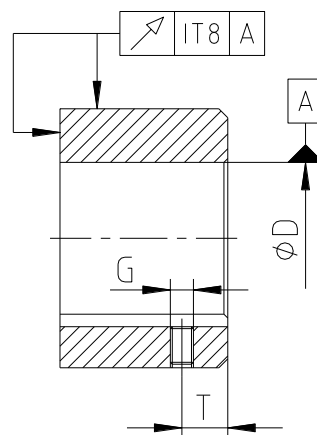

Bild 26: Rund- und Planlaufgenauigkeit
- Bei Herstellung der Nabenbohrung durch den Kunden ist die Rund- bzw. Planlaufgenauigkeit (siehe Bild 26) einzuhalten.